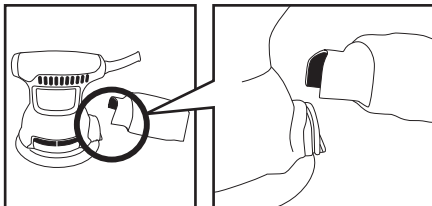

図2
■ダストバッグの溝と本体取り付け口の溝を合わせて、上からかぶせるようにセットしてください。カチッという音がするまでしっかり取り付け てください。(図2参照)